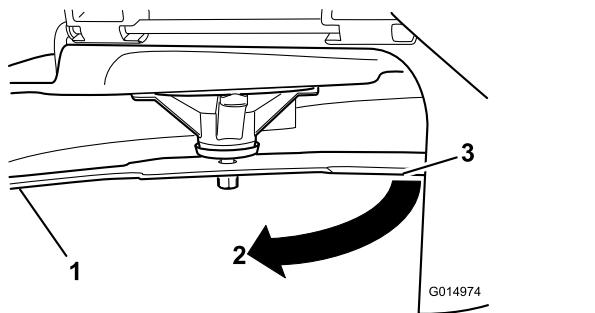

Bild 66
3. Zwischen Messer und Oberfläche gemessener Abstand (A)
4. Drehen Sie dasselbe Messer um 180 Grad, sodass die andere Schnittkante jetzt in derselben Stellung ist (Bild 66).